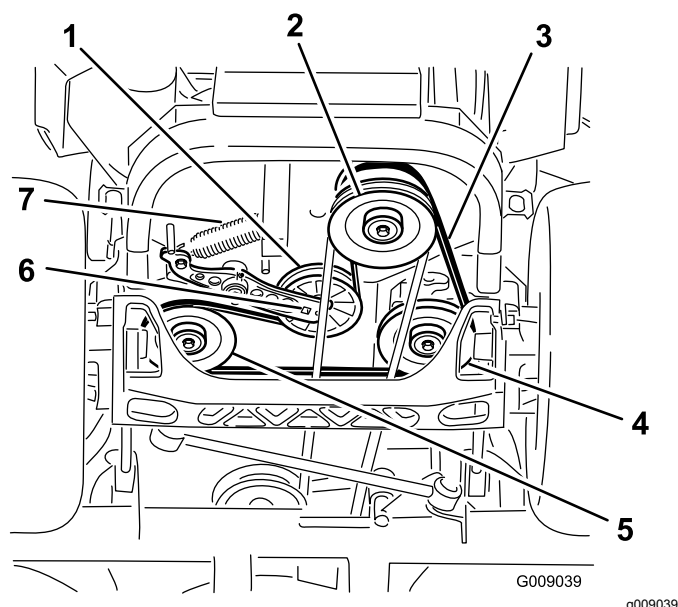

Figura 82
4. Levante la máquina y apóyela sobre gatos fijos (Figura 82).
5. Utilice una llave de carraca en el taladro cuadrado del brazo tensor para retirar el muelle tensor (Figura 82).
6. Desenganche el muelle de la polea tensora del bastidor (Figura 82).
9. Utilizando la llave de carraca en el taladro cuadrado del brazo tensor, instale el muelle tensor en el bastidor (Figura 82).